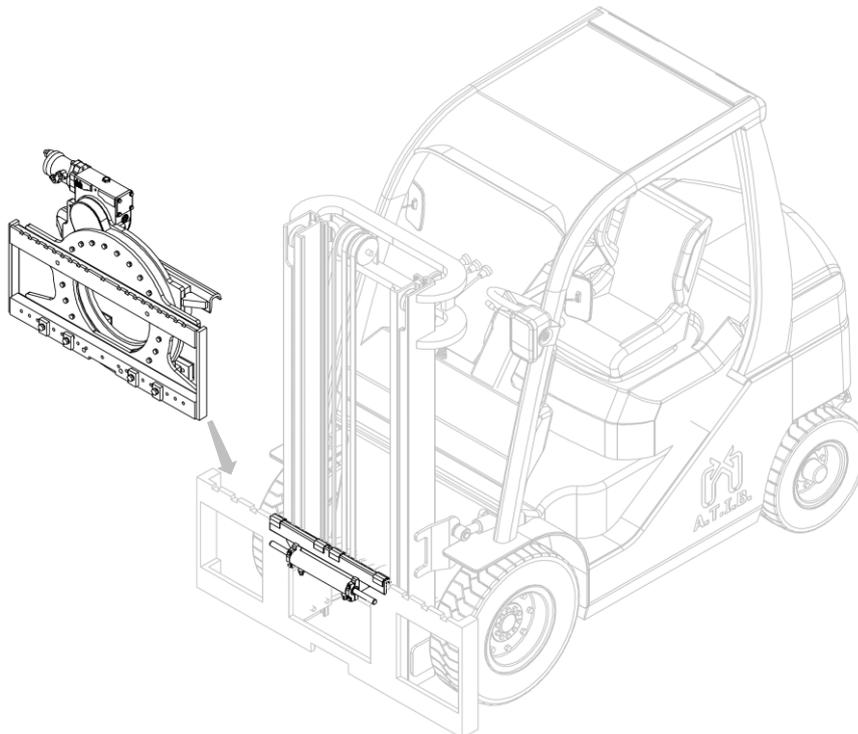

Figure 10
7. À l'aide d'un pont roulant ou d'un palan de capacité suffisante, positionner l'équipement sur le double crochet, en prenant soin de le positionner correctement (voir *Figure 10*).